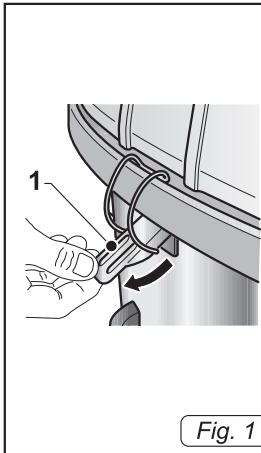
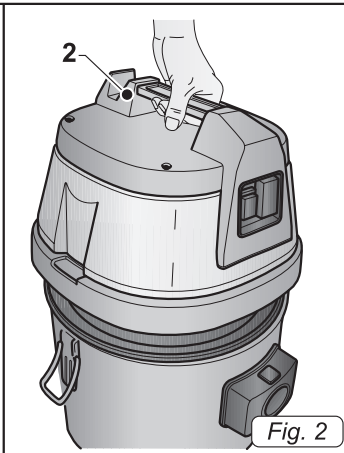

Fig. 1
Fig. 2
- Sganciare le leve (1 Fig. 1) e rimuovere il coperchio (2 Fig. 2) completo di gruppo motore.
- Rimontare il coperchio e bloccarlo tramite le leve (1 Fig. 1).
- Sganciare le leve (1 Fig. 1) e rimuovere la testata (2 Fig. 2) completa di motore.